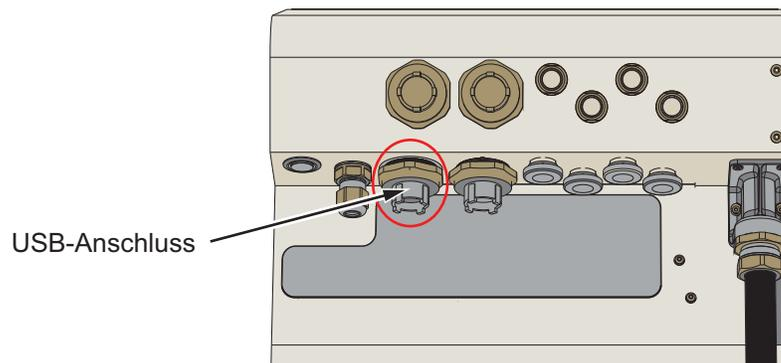

Abbildung 4-12: USB-Position.
1. Schließen Sie das USB-Gerät an den USB-Anschluss auf der Rückseite des Druckers an (siehe Abbildung 4-12).